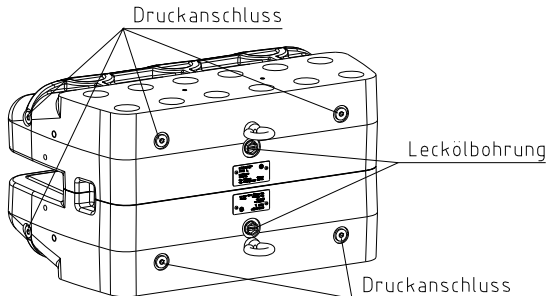

Bild 9: Anschlüsse der Lecköl-/Druckleitungen
- Schließen Sie die Druckölleitung an einen der Druckanschlüsse der Bremse an (siehe Bild 9 und 10), hierfür vorher die Verschlusschraube entfernen.
- Montieren Sie an eine der Entlüftungsbohrungen einen Minimessanschluss oder verbinden Sie die Entlüftungsbohrung mit einem Schlauch an das Hydrauliksystem (siehe Bild 9 und 10), hierfür vorher die Verschlusschraube entfernen.
- Schließen Sie die Leckageölleitung an die Bremse an (siehe Bild 9 und 10), hierfür vorher den Verschlussstopfen entfernen.
- Schließen Sie die Druckölleitung an einen der Druckanschlüsse der Bremse an (siehe Bild 9, 11 und 12), hierfür vorher die Verschlusschraube entfernen.
- Montieren Sie an eine der Entlüftungsbohrungen einen Minimessanschluss oder verbinden Sie die Entlüftungsbohrung mit einem Schlauch an das Hydrauliksystem (siehe Bild 9, 11 und 12), hierfür vorher die Verschlusschraube entfernen.
- Schließen Sie die Leckageölleitung an die Bremse an (siehe Bild 9, 11 und 12), hierfür vorher den Verschlussstopfen entfernen.